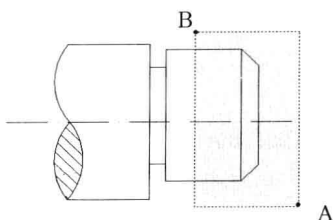
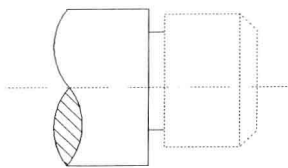

图 4-5-6
图 4-5-7
(1) 单击“常用”选项卡, 在“修改”面板中单击“拉伸”按钮, 或者选择菜单命令“修改 / 拉伸”。
(2) 命令行提示“以交叉窗口或交叉多边形选择要拉伸的对象...选择对象”, 单击 A 点, 并拖动至 B 点时, 会拖出绿色的矩形框, 表示以交叉方式选择对象, 如图 4-5-6 所示, 单击 B 点, 选中的对象呈虚线显示, 如图 4-5-7 所示, 按 Enter 键。